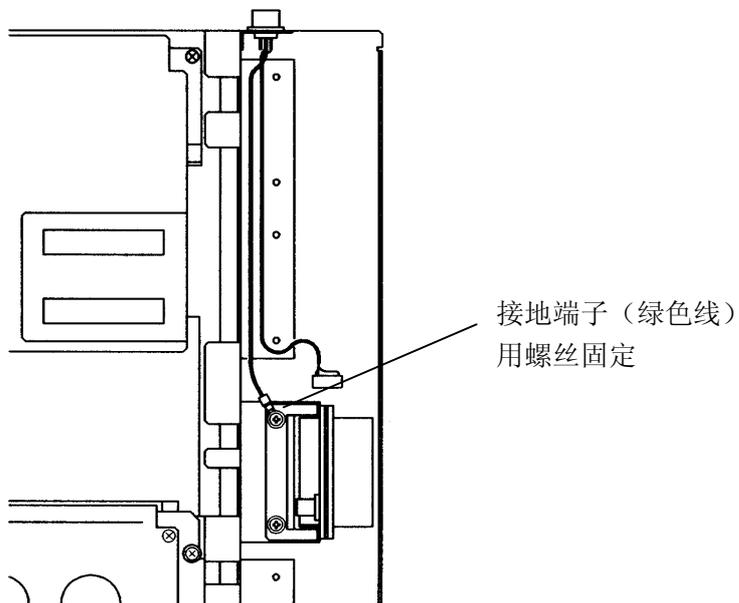

图 2.4
(5) 如图 2.4 信号电缆 DET (221-41085-91) 的接地端子与 FPD 控制部的螺丝一起固定。